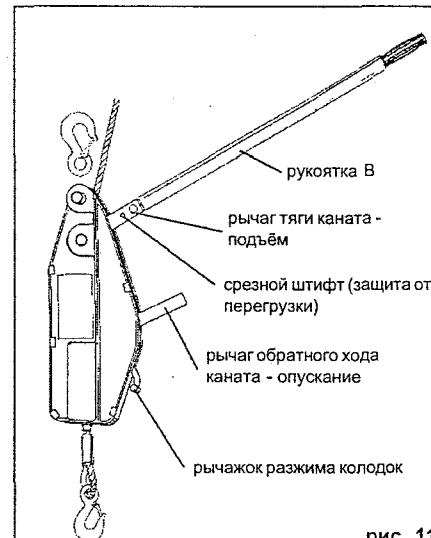

рис. 11
- 1) Рукоятку В надеть на рычаг обратного хода каната и проворачивая, зафиксировать (рис. 11).